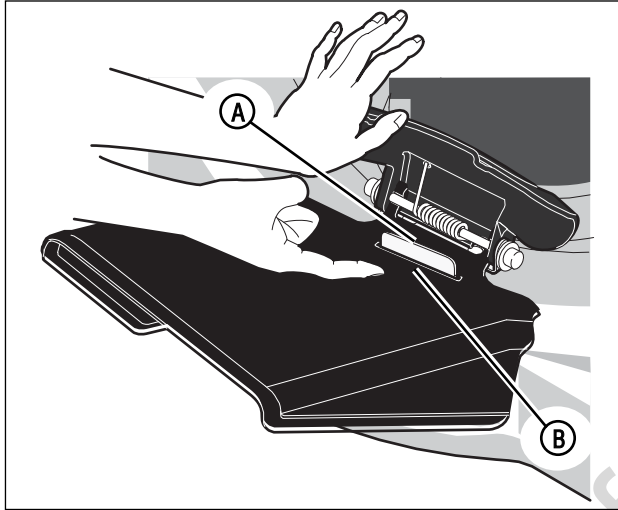

Figura 9: Lengüeta de sujeción del deflector
- La lengüeta de sujeción (**A, Figura 9**) en la plataforma atraviesa la ranura (**B**) en el deflector.